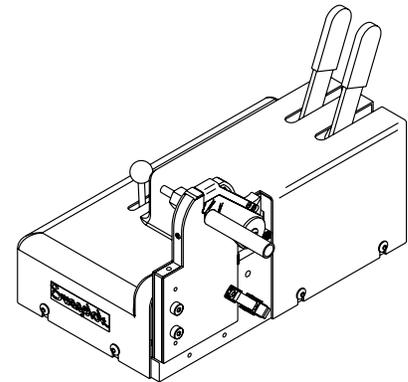

図 27：溶接物を固定する
7. 溶接物を所定の位置に固定します。図 27 をご参照ください。